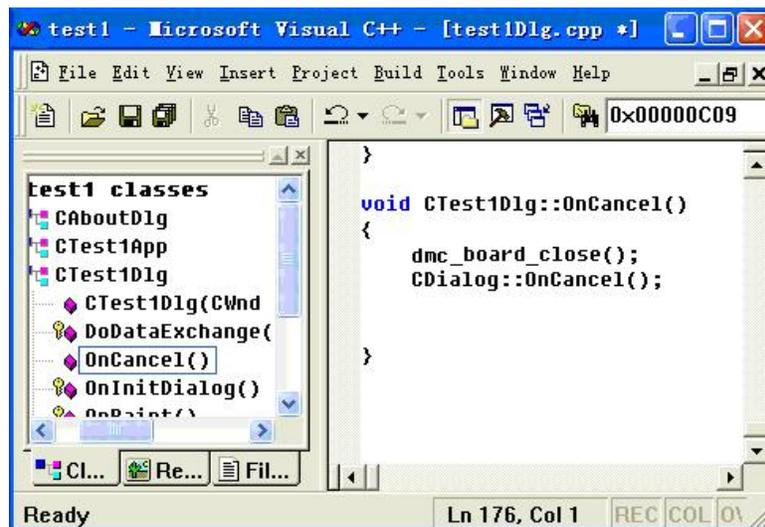

图 6.11 程序增加 OnCancel 函数
12) 如图 6.11 所示，在 `Ctest1Dlg` 中添加一个成员函数 `OnCancel`，在 `OnCancel` 函数中添加代码如下：